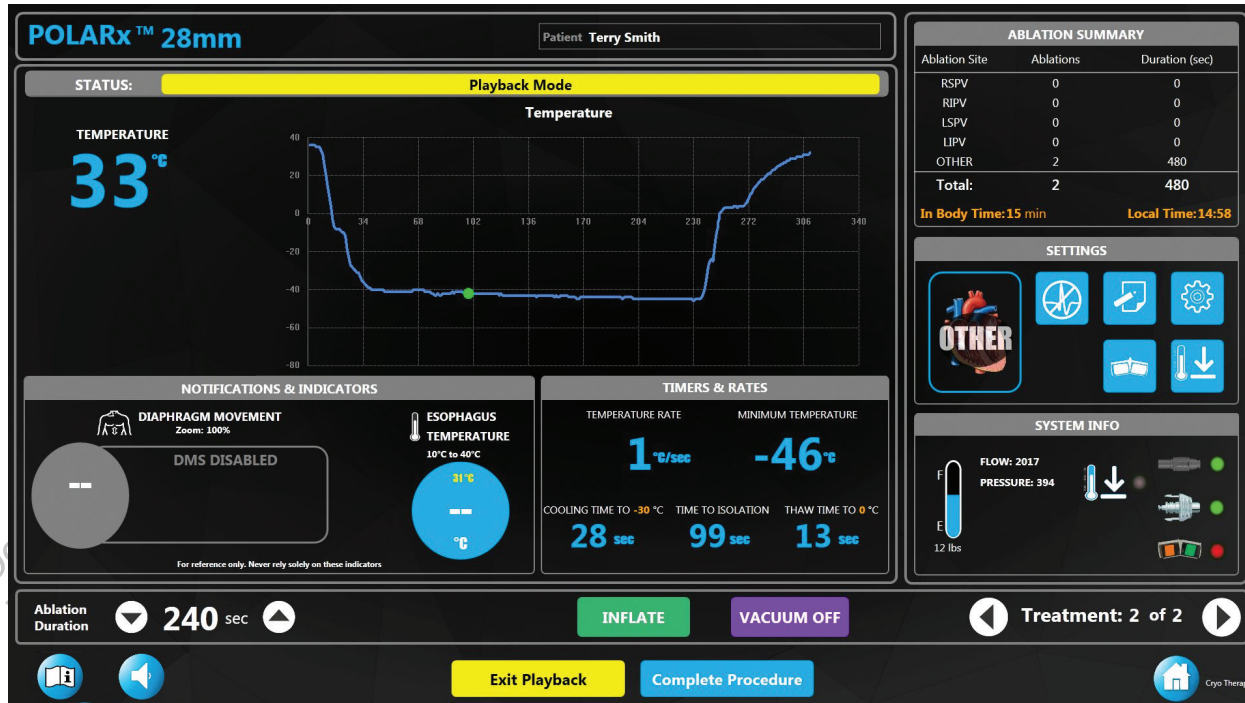

Figura 16. Playback Mode (Modo de reproducción)
- El botón PLAYBACK (Reproducción) aparece y permite que se revisen los datos de las ablaciones anteriores. Presione el botón PLAYBACK (Reproducción) para entrar en el modo de reproducción, tal como se muestra en la Figura 16.
- Utilice las flechas de Treatment (Tratamiento) (Figura 16) para visualizar los datos de tratamientos anteriores en la intervención actual.